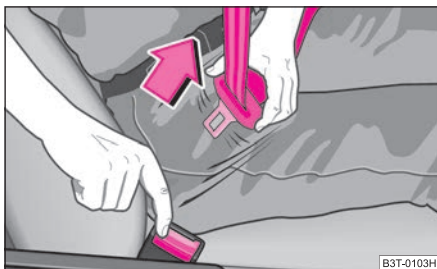

Abb. 153 Lösen der Schlosszunge vom Gurtschloss
- Drücken Sie die rote Taste im Gurtschloss ⇒ **Abb. 153**. Die Schlosszunge springt durch Federdruck heraus.